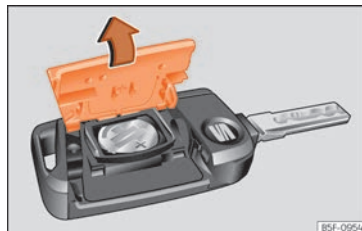

Fig.73 Chave do veículo: abertura da tampa do compartimento da pilha.
- Retire a tampa na parte traseira da chave do veículo »»» **Fig. 73** na direção da seta »»» ❶.
- Coloque a tampa tal como se mostra »»» **Fig. 73** e pressione-a na carcaça da chave do veículo, no sentido contrário ao da seta, até que encaixe.